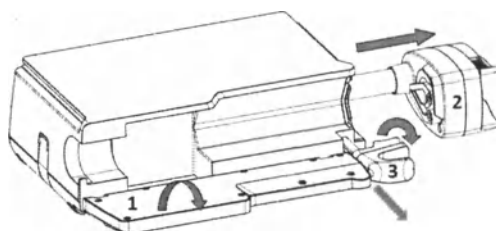

Рис. 15. Установка шприца. Шаг 1.
1. Откройте дверцу помпы (1). Нажмите ручку толкателя (2) и вытяните толкатель до упора вправо. Затем потяните зажим цилиндра шприца (3) на себя до упора и поверните его вправо, как показано на рис. 15.